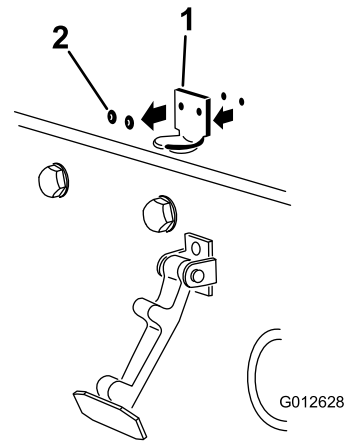

图7
2. 卸下将机罩门锁支架固定至机罩的铆钉（2 个）（图 7）。从机罩上卸下机罩门锁支架。